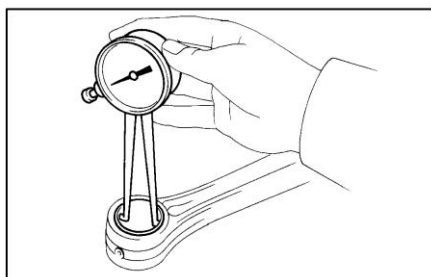

Рисунок II-211
3) Замерьте внутренний диаметр верхней головки шатуна при помощи нутромера с циферблатом. (см. Таблицу II-24 и Рисунок II-211)